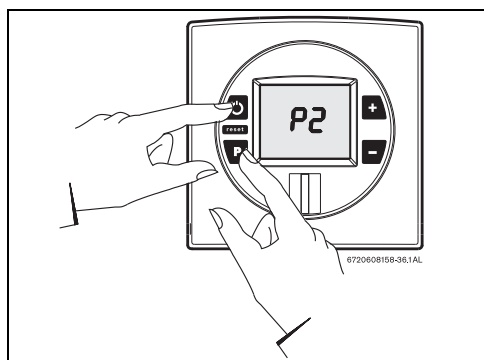

Fig. 52
- ▶ Mantener pulsada la tecla de programas y pulsar el interruptor principal ON/OFF para conectar el aparato (consultar la Fig. 52).